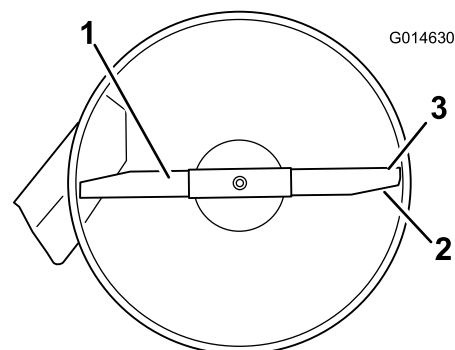
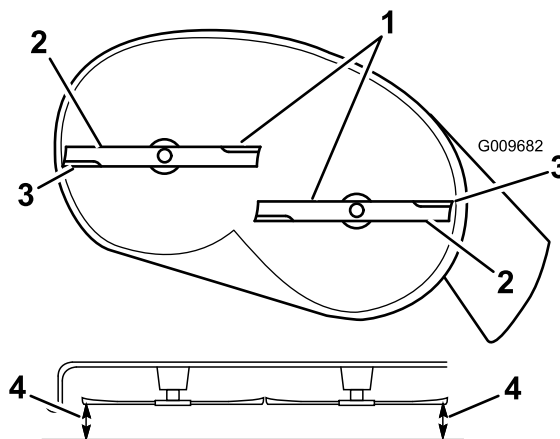

Figure 53
Figure 54
- Faites pivoter la ou les lames avec précaution pour qu'elles soient toutes parallèles (Figure 53 et Figure 54).
- Mesurez la distance entre les tranchants extérieurs et la surface plane (Figure 53 et Figure 54).